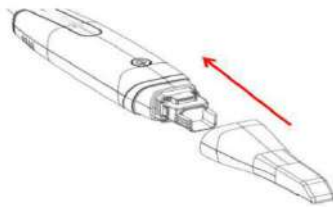

Fig.1-10 Vârful camerei conectat la camera intraoală
3) Conectați unul din vârfulurile camerei la camera intraorală, așa cum se arată în Fig 1-10.